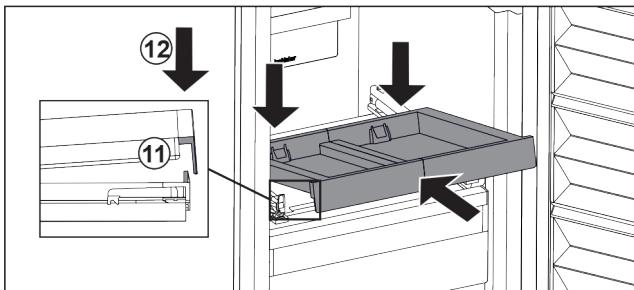

Fig. 37
- ▶ Вставити навколо. Звертайте увагу, щоб з обох боків упор був за накладкою. Fig. 37 (11)
- ▶ Витяжну панель опустити спереду. Fig. 37 (12)